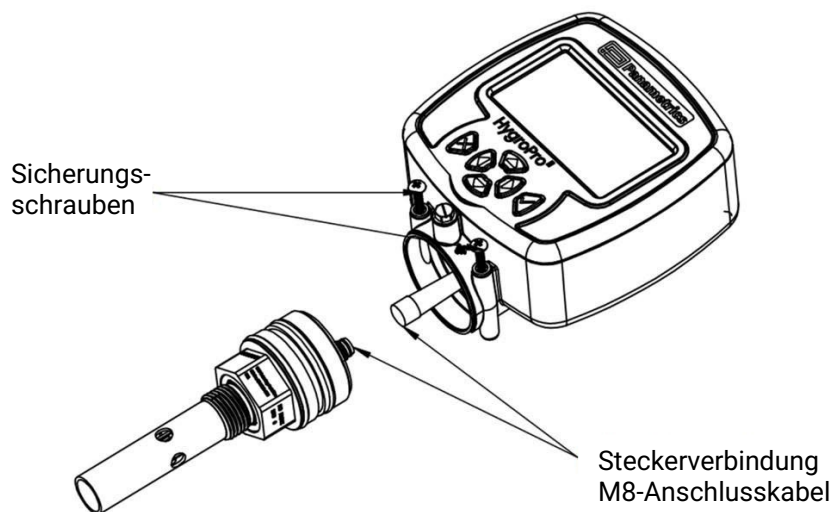

Abbildung 18: Ausbau des HygroII RTE-Sensorelement aus dem Transmitter
Das HygroII RTE-Sensorelement kann einfach durch Lösen der zwei Sicherungsschrauben und Trennen des internen M8-Anschlusskabels, wie in Abbildung 18 unten gezeigt, aus dem ausgebauten Transmitter gelöst werden. Um das Sensorelement vom Transmittermodul zu entfernen beachten Sie bitte Abbildung 17 oben und gehen Sie wie folgt vor:
4. Lösen Sie den M8-Stecker des inneren gelben Sensorelementkabels, indem Sie die Rändelmutter an der Oberseite des Sensorelements drehen. Ziehen Sie dann das Sensorelement ab (siehe Abbildung 18).